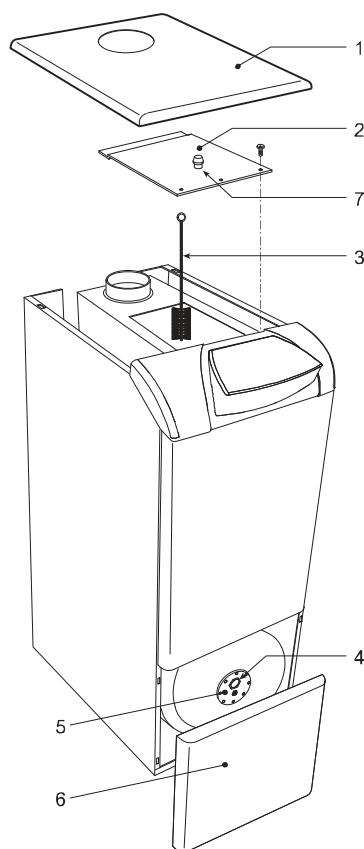

fig. 18 - Nettoyage de la chaudière
Pour assurer un bon état de propreté de la chaudière (fig. 18) :
- Démonter le panneau avant du ballon (6 - fig. 18).
Pour vérifier le degré de détérioration de l'anode en magnésium (4 fig. 18) directement de l'extérieur, dévisser le flasque du ballon (après avoir coupé l'arrivée d'eau chaude sanitaire et vidé le ballon).
Un point de prélèvement des fumées a été prévu à l'intérieur de la chaudière, dans la partie supérieure de l'antirefouleur (rep. 7 - fig. 18).